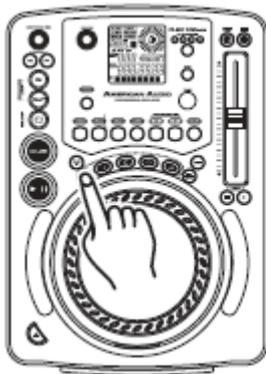

Figure 16
1) Créez un point de CUE d'une des deux manières reprises page 18. Appuyez sur le bouton mémoire (17), comme indiqué dans la figure 16. La LED rouge de mémoire CUE brillera, indiquant que la fonction de stockage de mémoire a été activée. Vous pouvez alors appuyer sur un des quatre boutons de banque (13) pour stocker votre point de CUE dans la mémoire (Figure 17). Après avoir appuyé sur un des boutons de banque (13), le bouton LED de banque clignotera brièvement. La LED du bouton de banque (13) restera allumée indiquant qu'un point de CUE est stocké en mémoire. La LED rouge de mémoire s'éteindra.